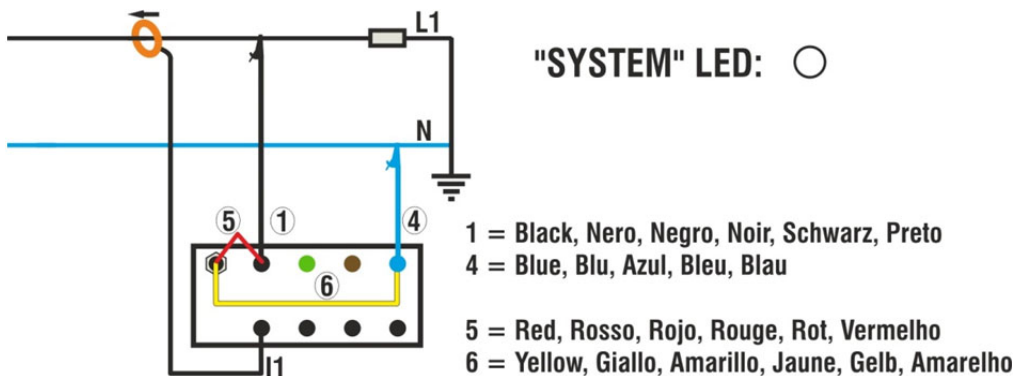

Abb. 2: Verbindung des Geräts in einem einphasigen System
2. Schließen Sie die Netzversorgungskabel für das Messgerät (rote und gelbe Messleitung) so an, wie in der Abb. 2 angezeigt.
3. Schließen Sie Messleitungen für die Spannungsmessung (schwarz & blaue Messleitung) an die zu messende Phase und den Neutralleiter so an, wie in der Abb. 2 gezeigt ist.
4. Wenn Sie Strom und Leistung messen möchten, legen Sie die Zange um den Phasenleiter der gleichen Phase **Achten Sie dabei auf die Richtung, die auf der Zange angegeben ist** und auf das in der Abb. 2 gezeigte Anschlusschema.